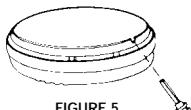

FIGURE 5
7. UTILISATION DE LA GOUPIILLE ANTI-MANIPULATIONS: Pour empêcher votre alarme d'être vulnérable à l'arrachage, une gouaille de blocage est fournie dans le sachet contenant les vis et les fixations. Cette gouaille empêchera les enfants et autres de démonter l'alarme de la plaque de fixation. Pour utiliser la gouaille, insérez-la dans le logement situé sur le côté de l'alarme une fois celle-ci installée sur la plaque de fixation (voir Figure 5).